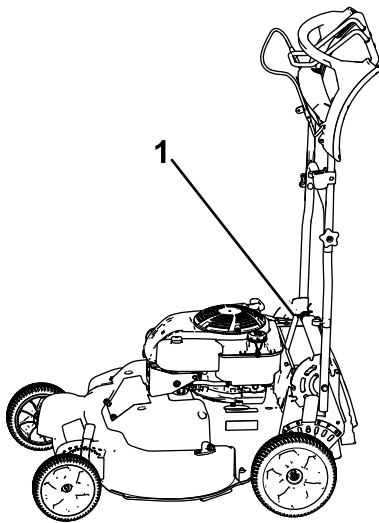

Figura 40
1. Bloquee el manillar en la posición vertical (Figura 40); consulte Ajuste de la altura del manillar (página 12).